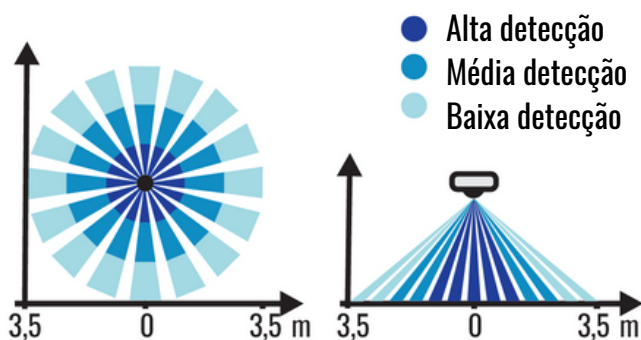

Figura 1
1. Determine o melhor local para instalação do sensor, de acordo com a área de detecção, conforme a figura 1;